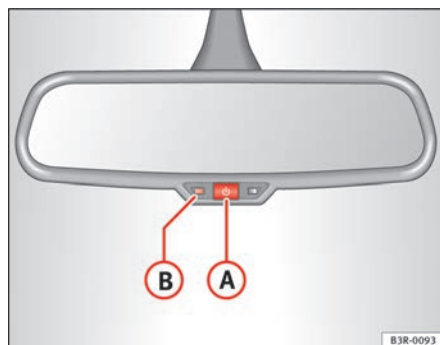

Fig. 102 Retrovisore interno con regolazione per la posizione anti-abbaglio Spia e tasto di attivazione
- Premere il tasto **A** ⇒ fig. 102. La spia **B** si spegne.
- Premere il tasto **A** ⇒ fig. 102. La spia di controllo **B** si accende.